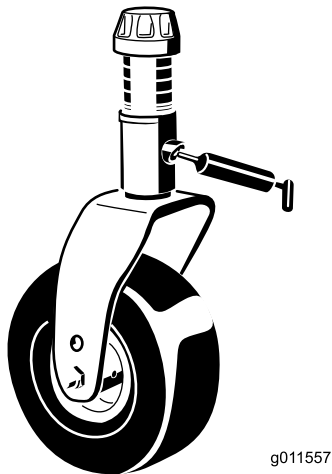

Figura 18
- Boccole (2) dell'asse della forcella delle ruote orientabili (Figura 18)